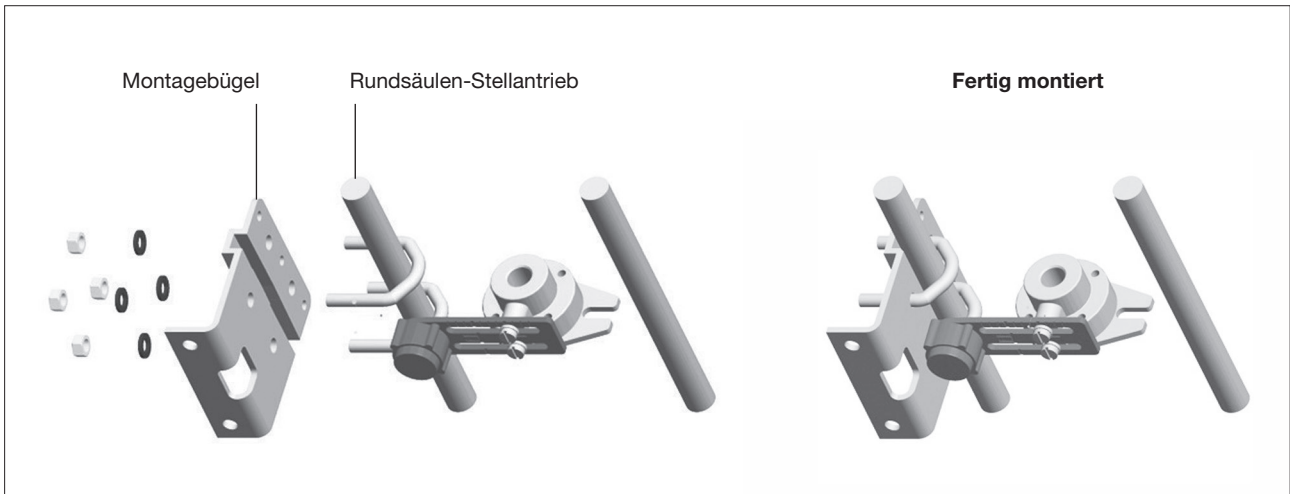
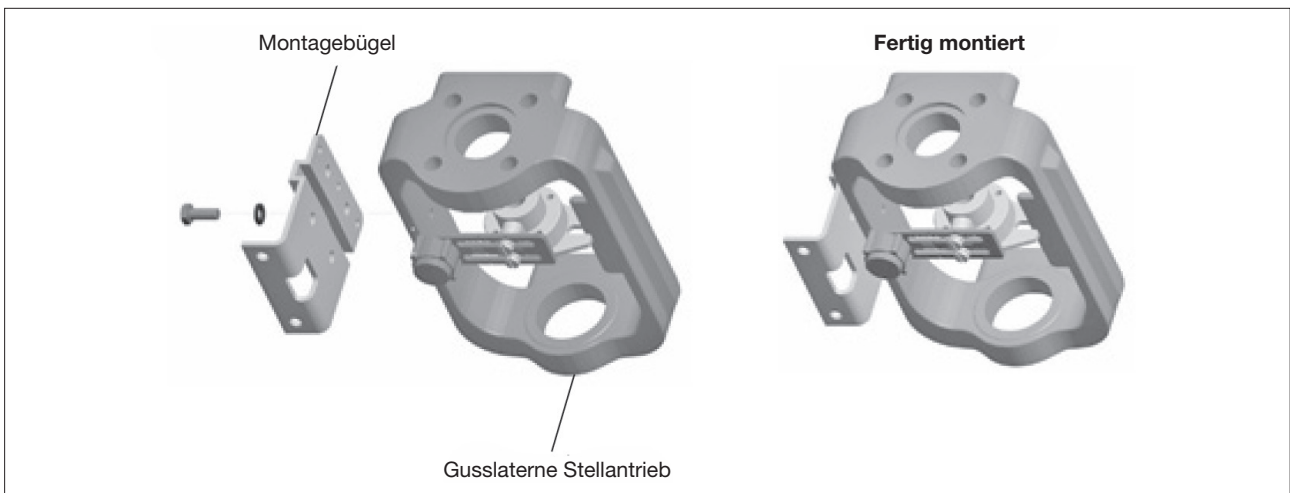

Bild 29: Montage Montageplatte an Linearantriebe mit Säule
Bild 30: Montage Montageplatte an Linearantriebe mit Laterne
4. Montageplatte locker an den Antrieb befestigen. Siehe Bild 29 für Linearantriebe mit Säule. Für Linearantriebe mit Laterne, siehe Bild 30.